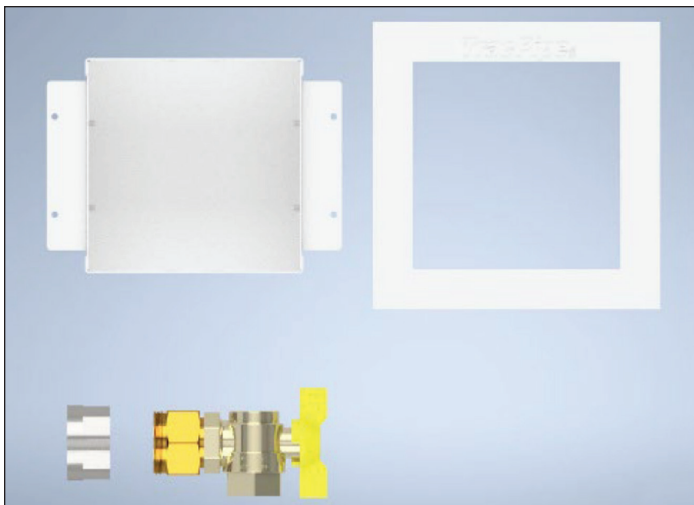

Figure 1-4
4. Retirez le couvercle du boîtier métallique mural ainsi que l'adaptateur de conduite flexible de l'écrou (figure 1-4).